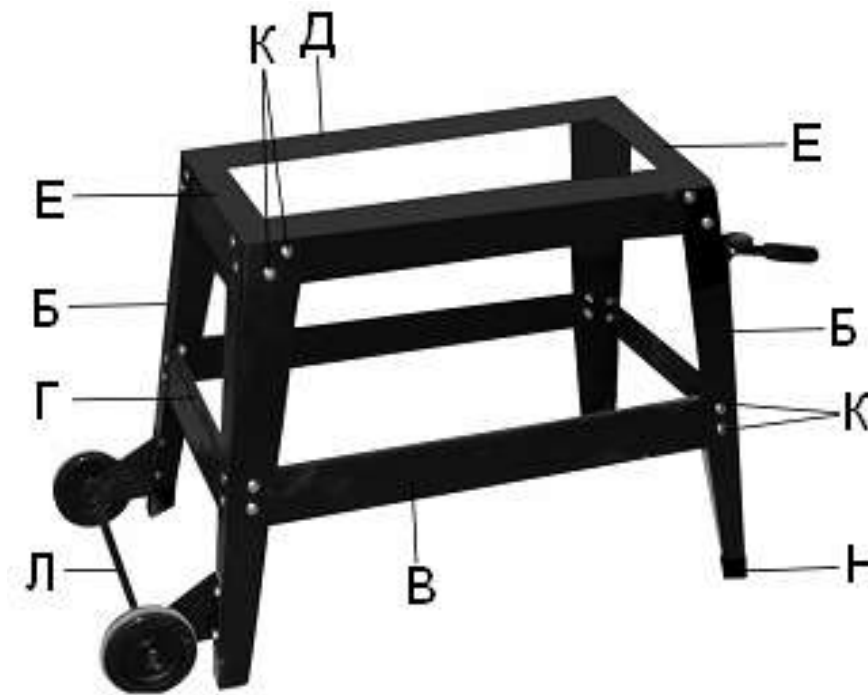

Рис.2.
7.1. Сборка основания машины (Рис. 2)